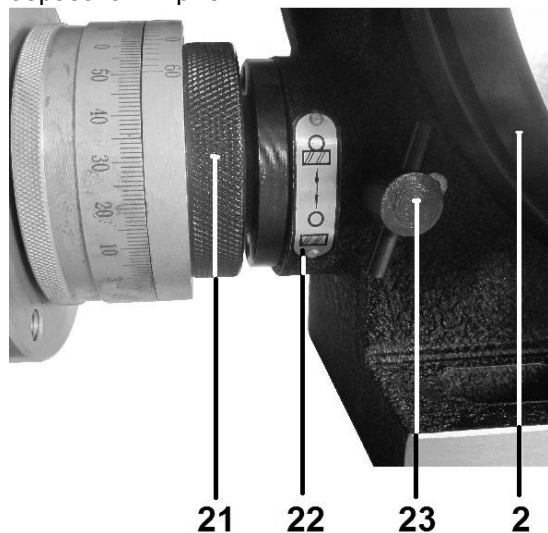

Рис. 10
6.7. Для непосредственной установки заготовки на необходимый угол по шкале (17) ослабьте фиксацию винта (23), (Рис. 10). Поворачивайте кольцо нониуса (21) по часовой стрелке до тех пор, пока он не коснется стопора, как показано на указателе (22) (Рис. 10), до расцепления шестерен редуктора.